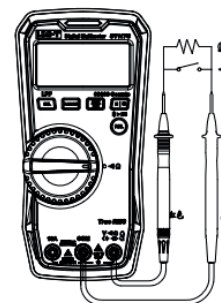

Рисунок 6
4. Измерение непрерывности (рисунок 6)
5. Измерение сопротивления (рисунок 6)